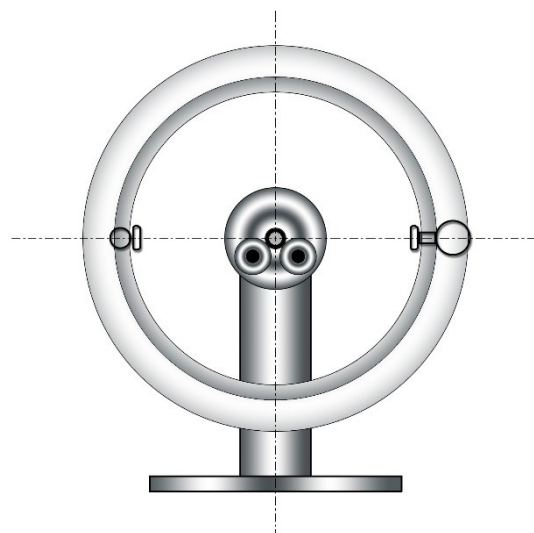

Abbildung 4: Abstimmen
- Entfernen Sie nun das angebrachte Wuchtgewicht (Schritt 5). Mit etwas Glück hebt sich die Unwucht der Felge ohne Reifen und der Felge mit Reifen auf. Um diesen Punkt zu erreichen, drehen Sie den Reifen solange auf der Felge, bis sich die Unwuchten gegenüberliegen (beide markierten Punkte wie in Abb. 4 gezeigt liegen sich gegenüber). Nun wird das Komplettrad ausgewuchtet. Normalerweise benötigen Sie nur an einer der beiden Markierungen Wuchtgewicht. Es muss solange Gewicht angebracht werden, bis das Komplettrad in der Ruhelage bleibt. Hierbei sollten Sie darauf achten, so wenig Wuchtgewicht wie möglich zu verwenden, das Gewicht sollte gleichmäßig auf beiden Seiten der Felge verteilt werden. Wenn insgesamt mehr als 50 g Gewicht benötigt werden, dann sollten Sie den Reifen reklamieren.